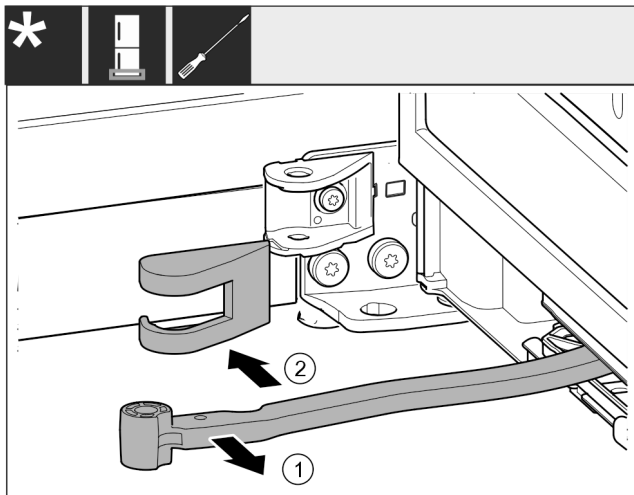

Fig. 20
- ▶ Forgassa az ajtó irányába a csuklót Fig. 20 (1).
- ▶ Távolítsa el a csapágybak fedelét Fig. 20 (2).